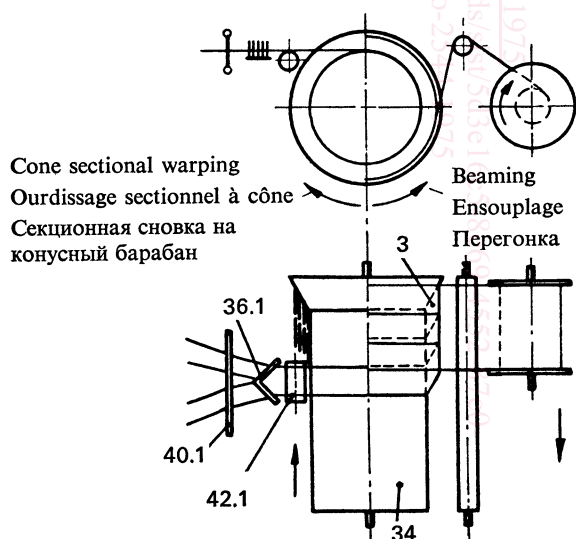

FIGURE 5 / ФИГУРА 5
33.1 cone sectional warping machine (see figure 5): Warping machine for winding the total number of ends in successive warp sections, the first of which is supported by the cone of the drum or reel, the following ones by the free taper of the preceding section to prevent slipping. The warp is re-wound in full width onto a beam or fed into a sizing machine.
ourdissoir sectionnel à cône (voir figure 5): Ourdissoir servant à enrouler le nombre total des fils du cantre par sections d'ourdissage successives. La première est supportée par le cône du tambour; chaque section suivante est supportée par la partie conique libre de la section précédente, empêchant ainsi tout glissement. La chaîne est réenroulée en pleine largeur sur une ensouple ou alimente une encolleuse.